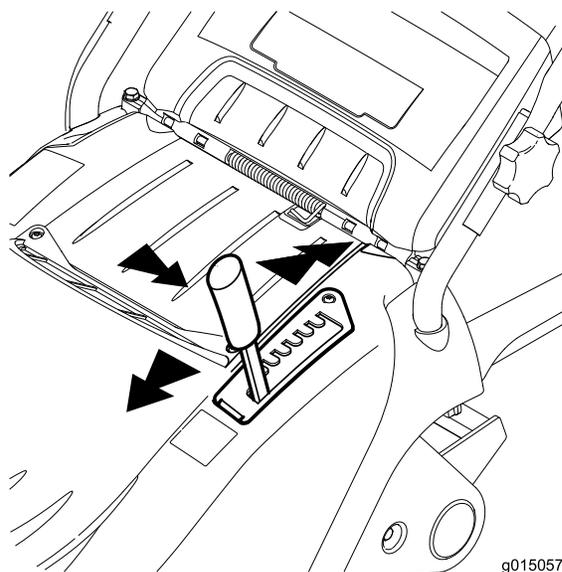

Figure 13
2. Tirez le levier de hauteur de coupe hors du cran de réglage et placez-le dans la fente voulue, en avant ou en arrière (Figure 13).